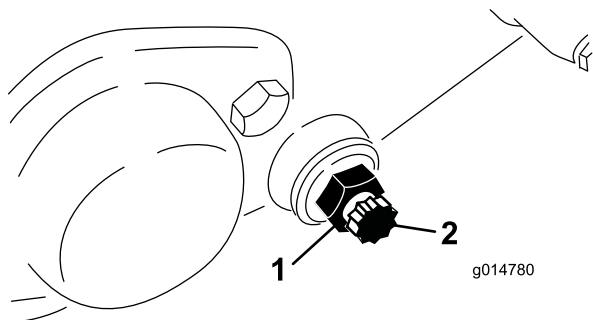

図 57
3. ベッドバーボルト 図 57 を固定しているジャムナット機体両側をゆるめる。
4. 各ベッドバーボルトを抜いてベッドバーを下に引き抜いて外す。ベッドバーの両端にナイロンワッシャとスチールワッシャが枚ずつあるので注意する 図 57。